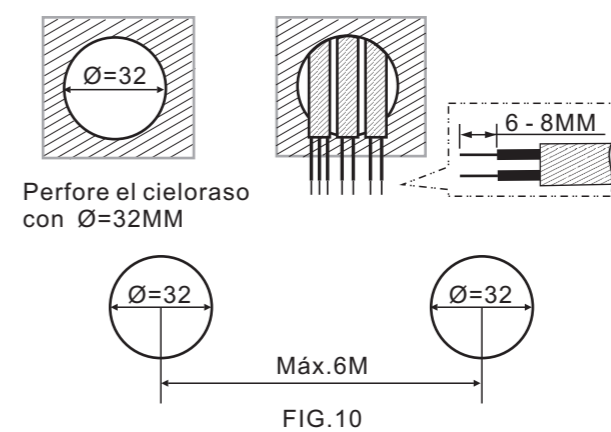

FIG.10
3.6.1.1 Para instalar el detector, por favor haga un orificio de 32MM de diámetro en el cieloraso y mantenga los cables fuera del orificio perforado. Pelar los cables unos 6 a 8MM (Ver FIG.10)